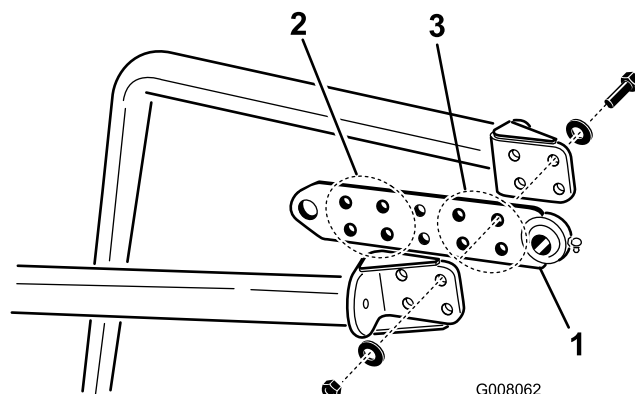

Рисунок 13
- Закрепите монтажный выступ между передними частями буксировочных рычагов с помощью 4 винтов (1/2 x 2-1/4 дюйма), 8 шайб и 4 контргаяк. Расположите выступ, как показано на Рисунок 13. Используйте переднюю группу отверстий для аэратора 660 и заднюю группу отверстий для аэраторов 864 и 880.